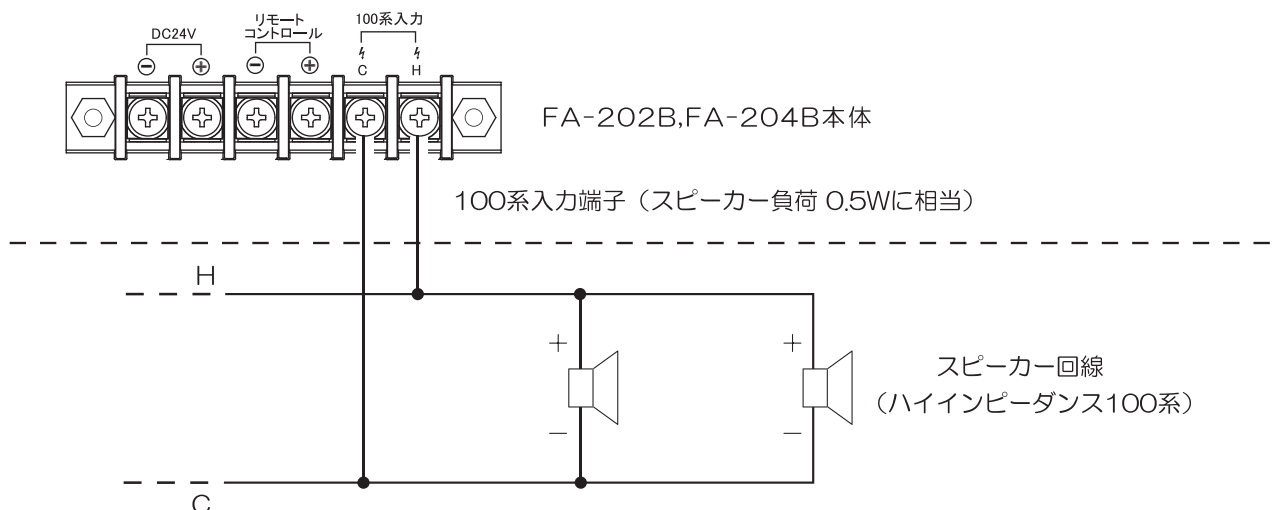

図3
- ①100系入力に100系スピーカー回線を接続された場合は、後面の制御入力/100系入力端子カバーをはずしてください。
- ②図3のように配線してください。
- ③制御入力/100系入力端子カバーを元通り取り付けてください。